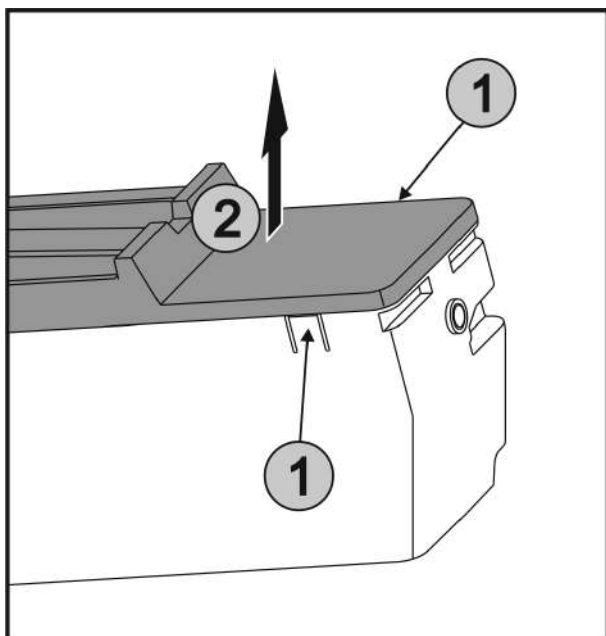

Fig. 31
- ▶ Накладки Fig. 31 (1) з обох боків EasyTwist-Ice натиснути одночасно і кришку Fig. 31 (2) вийняти рухом вгору.